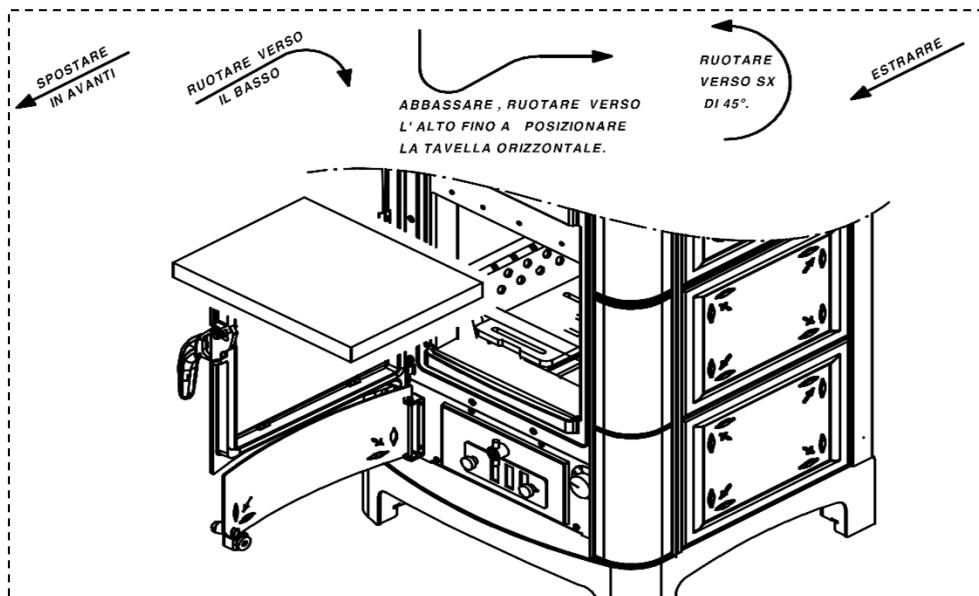
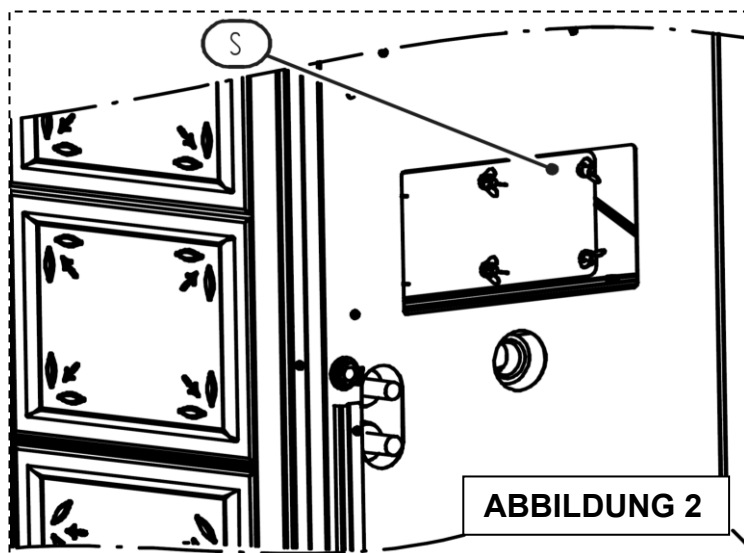
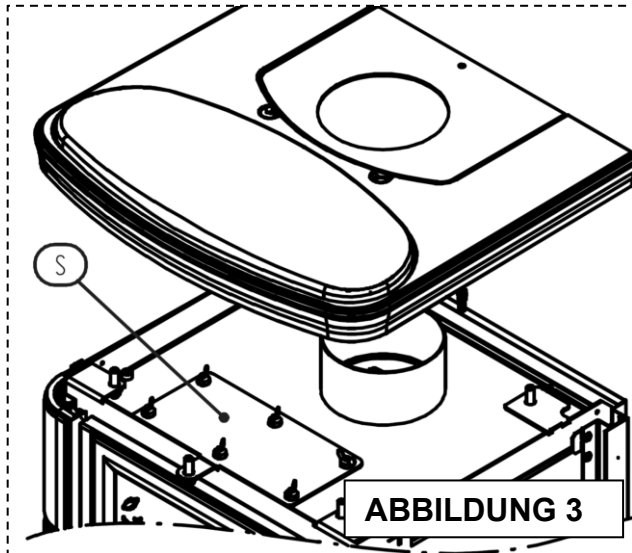

ABBILDUNG 1
ABBILDUNG 2
ABBILDUNG 3
• Die Innenflächen der Rauchführung und das Rohrbündel reinigen. Dazu die Beschickungstür öffnen, die Platte aus Vermikulit entfernen (Abbildung 1) und den Verschluss S öffnen, der sich beim Modell ARDHEA-F EVO5 auf der Rückseite (Abbildung 2), beim Modell ARDHEA EVO5 unter der gusseisernen Abdeckung (Abbildung 3) befindet.